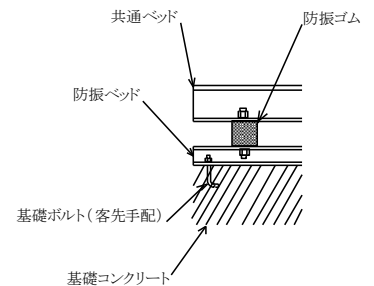

図 3 床置型防振材
- ② 防振ベッドの下にはモルタルを流し、基礎と密着するように施工してください。（図3）